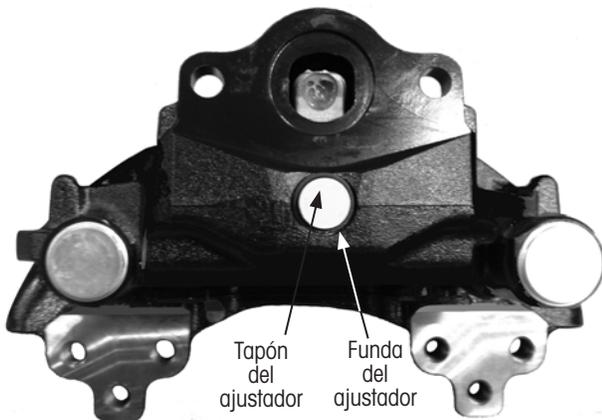

Figura 37: Instalación de tapón de ajustador
13. **Coloque** un nuevo tapón del ajustador en la funda del ajustador (Figura 37). Asegúrese de que el tapón tiene un asiento ajustado.